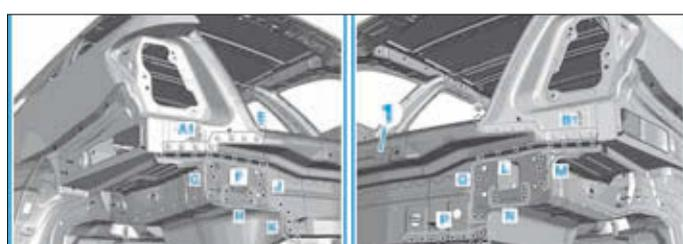
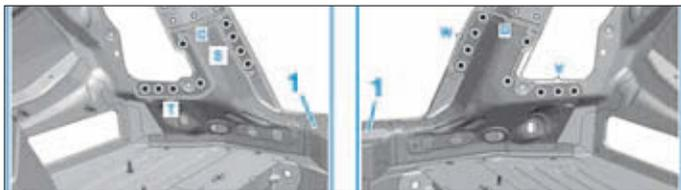

FIG. 179
FIG. 180
- Poser et ajuster la jupe arrière (1), la fixer avec des pinces de serrage et des agrafes à visser.
- Souder (Fig.179) et (Fig.180) :
- par points électriques sur la jupe arrière (1) dans les zones (E jusqu'à W),
- Riveter la jupe arrière (1) avec un rivet de Ø 6,4 x 14 dans les zones (A1 et B 1).